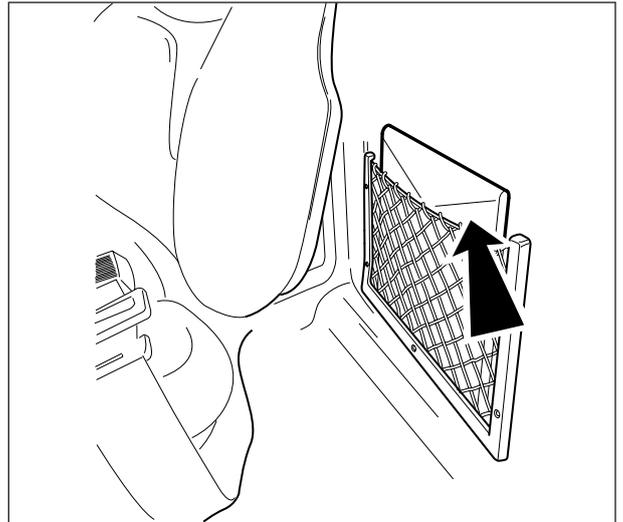
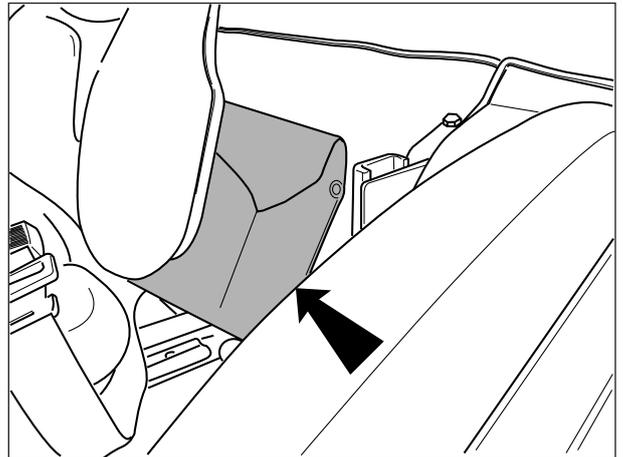

Abb.1-7 Dokumentenumschlag (Ausrüstung mit Kabine)
Abb.1-8 Dokumentenumschlag (Ausrüstung mit Plattform)
**WICHTIG:** Die Betriebs- und Wartungsanleitung ist sorgfältig im Traktor aufzubewahren. Vor der Inbetriebnahme oder dem Fahren des Fahrzeugs ist es vorgeschrieben, dieses Handbuch mit besonderem Bezug auf das Kapitel mit den Sicherheitsbestimmungen durchzulesen. Halten Sie das Handbuch immer im entsprechenden Fach bereit, um bei Bedarf darin nachlesen zu können. Falls die Maschine dazu bestimmt ist, auch von Personen benutzt zu werden, die die Sprache im Benutzerland der Maschine nicht verstehen, ist der Arbeitgeber (oder der Anwender der Maschine) dafür verantwortlich, die sie interessierenden Betriebsanleitungen in die Sprache übersetzen zu lassen, die von den Anwendern verstanden werden kann. (Abb. 1-7, Abb. 1-8).